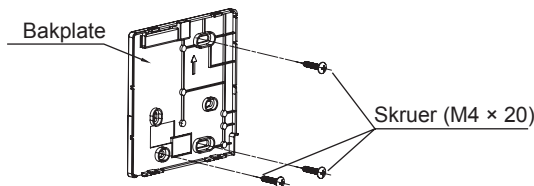

Fig. 3-3
- For eksponert montering, fest bakplaten på veggen med de 3 skruene (M4 × 20) og pluggen. (Fig.3-3)